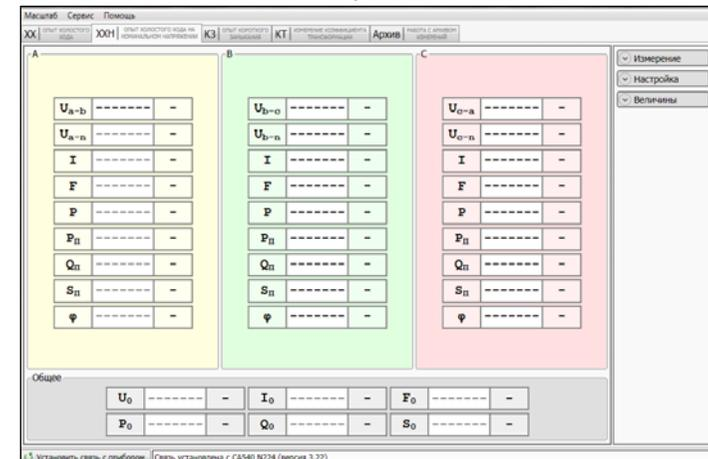

Рисунок 7.17
4) Перейти на вкладку  для чего щелкнуть по ней (рисунок 7.17)
6) Развернуть поле "Настройка", для чего щелкнуть по кнопке  Настройка (рисунок 7.17).